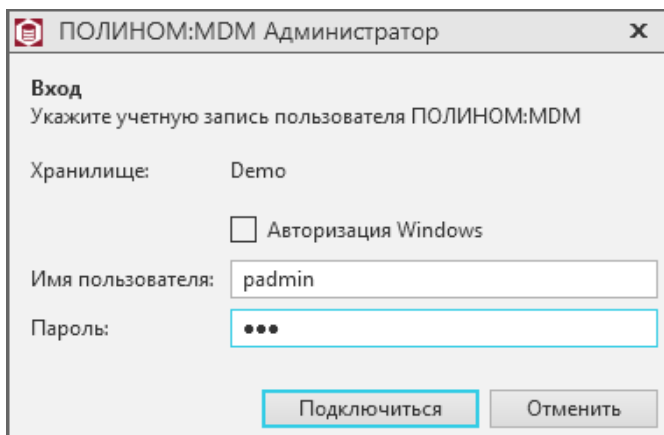

Рис. 3.56
2. Подключитесь к хранилищу, нажав кнопку **Подключиться** в верхней части окна (рис. 3.55). В открывшемся окне выберите способ авторизации (рис. 3.56).